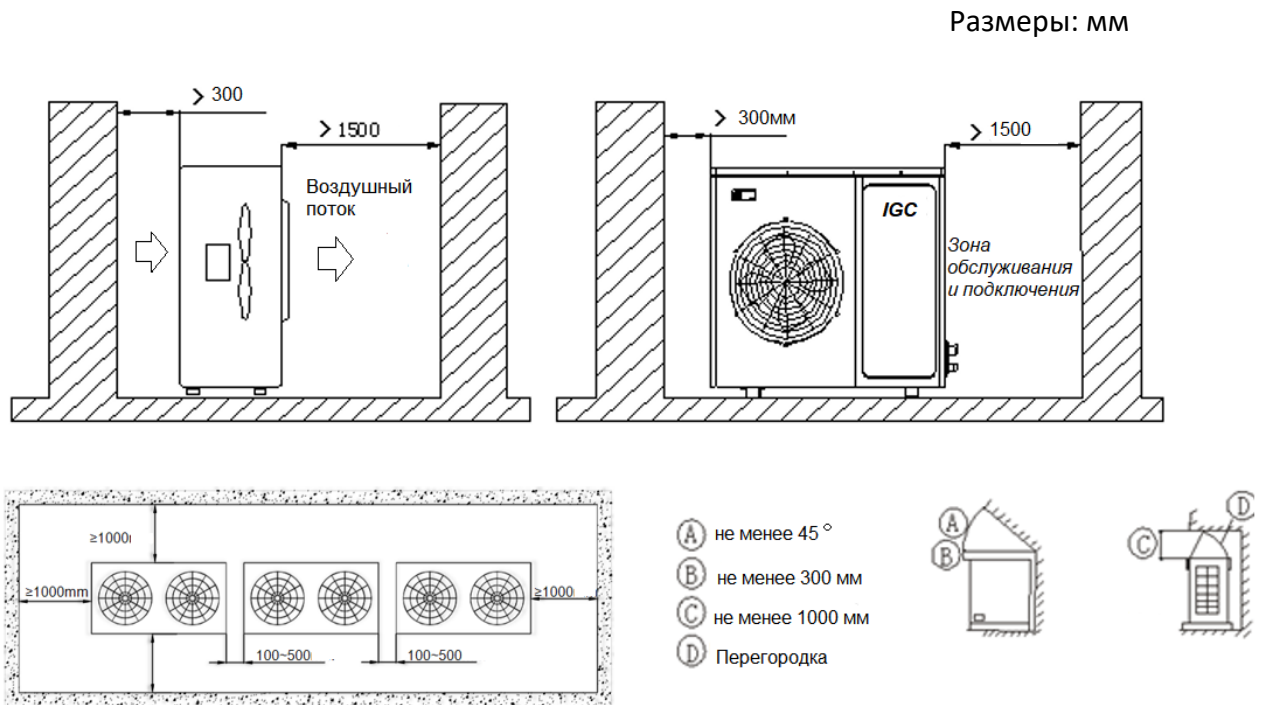

Рис.2.1
- ✧ Для обеспечения нормального воздухо- и теплообмена, а также выполнения требований электрической безопасности и условий технического обслуживания необходимо обеспечить пространство (см. рис.2.1):